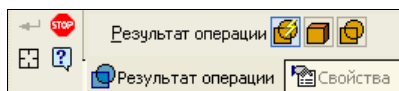

Рис. 25.25. Панель свойств: Зеркально отразить тело
- ◆ нажмите кнопку **Зеркально отразить тело**. На Панели свойств: Зеркально отразить тело на вкладке **Результат операции** (рис. 25.25) три переключателя. В данном случае по умолчанию активна кнопка **Автоопределение** . В этом случае результат операции система определяет автоматически.